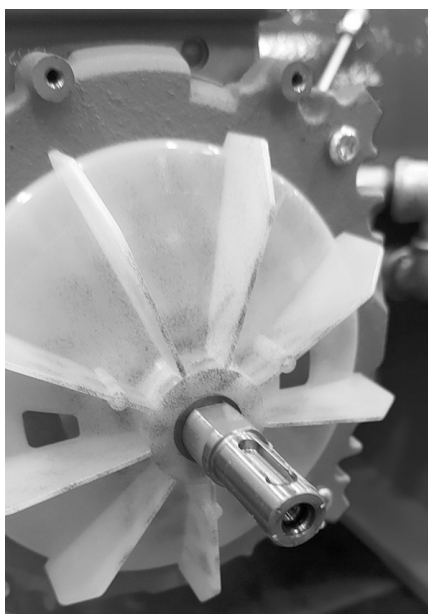
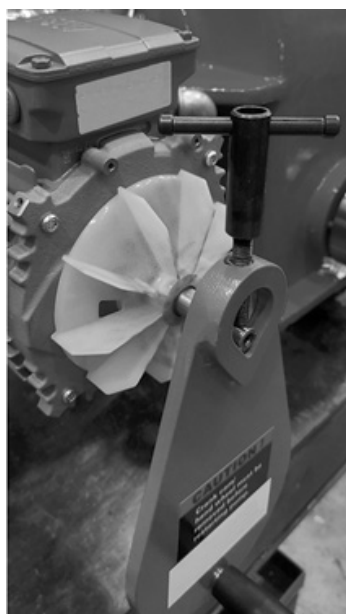

Figura 8.
Figura 9.
2. Instale la leva de giro manual en el eje situado en la parte trasera del motor de engranajes (consulte la Figura 8 y la Figura 9).
3. Gire el rotor a su posición más alta con la leva de giro manual, asegurándose de que la parte superior de la manguera fuera de la bomba no vuelva a entrar en la carcasa de la bomba (consulte la Figura 9).